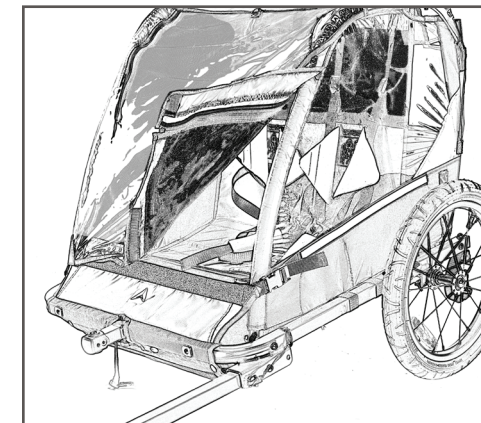

図18
1. ロールアップ・ウインドウがトレーラーの前面を向いている状態になるよう、Four-Season Cover でトレーラーを覆います (図18)。